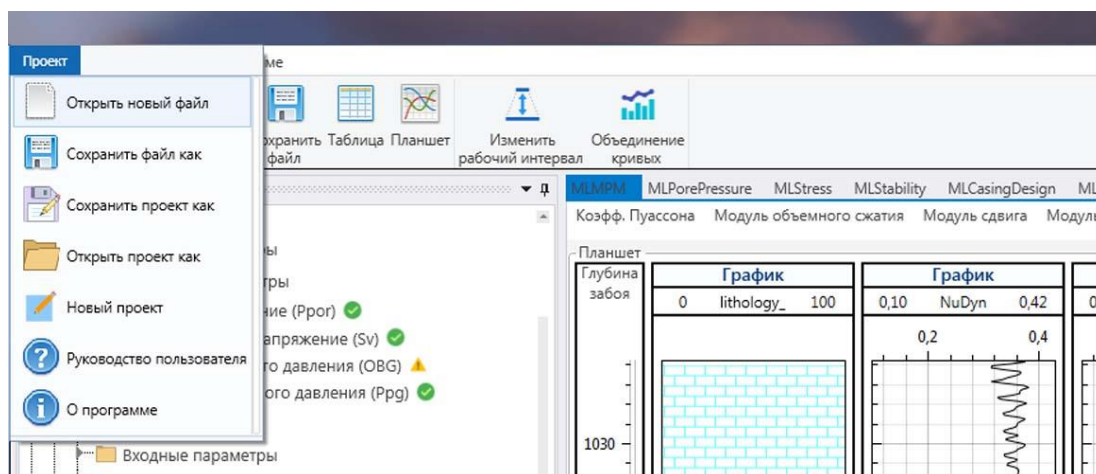

Рисунок 2 Загрузка данных через основное выпадающее меню
1. Через основное выпадающее меню «Открыть файл» → «Открыть новый файл» (**Рисунок 2**);